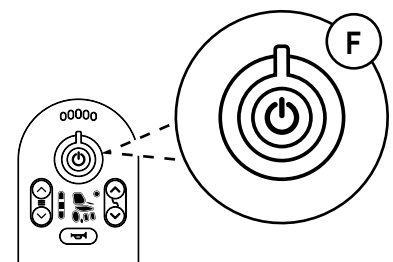

Figure 5.8. Arrêt d'urgence sur LiNX REM211.
Lors de la conduite ou du réglage des fonctions d'assise, le mouvement peut être arrêté rapidement en relâchant le joystick ou en appuyant sur l'interrupteur principal (F), voir figure 5.8. Le boîtier de commande s'éteint et la fonction électrique s'arrête.